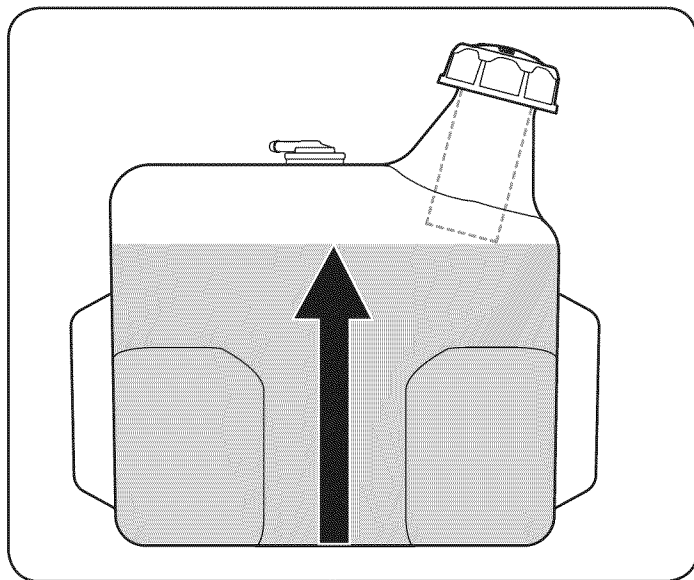

Figura 7
**IMPORTANTE:** No llene demasiado el tanque. Llene el tanque no pulgada más de 1 / 2 debajo de la base del cuello de llenado para dejar espacio para la expansión del combustible. Véase la figura. 7.